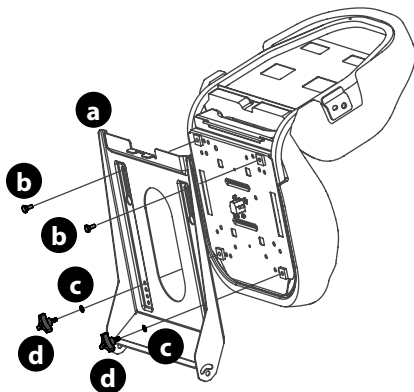

Figure 3
- Pour un siège se réglant au moyen d'un bouton : insérer les boulons (b) dans les trous arrière et la rondelle frein (c) et les boutons (d) à l'avant. Serrez solidement (Figure 3).